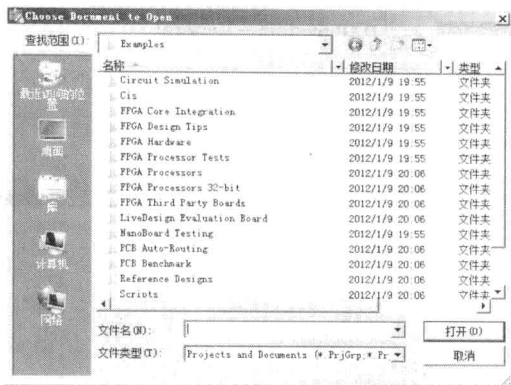

图 1-11 Choose Document to Open 对话框
(1) 执行【文件】|【打开】菜单命令，或单击主工具栏中的【打开文件】按钮.
(2) 执行命令后，弹出图 1-11 所示的 Choose Document to Open 对话框。可以使用此对话框查找或输入所要打开的设计数据库名。